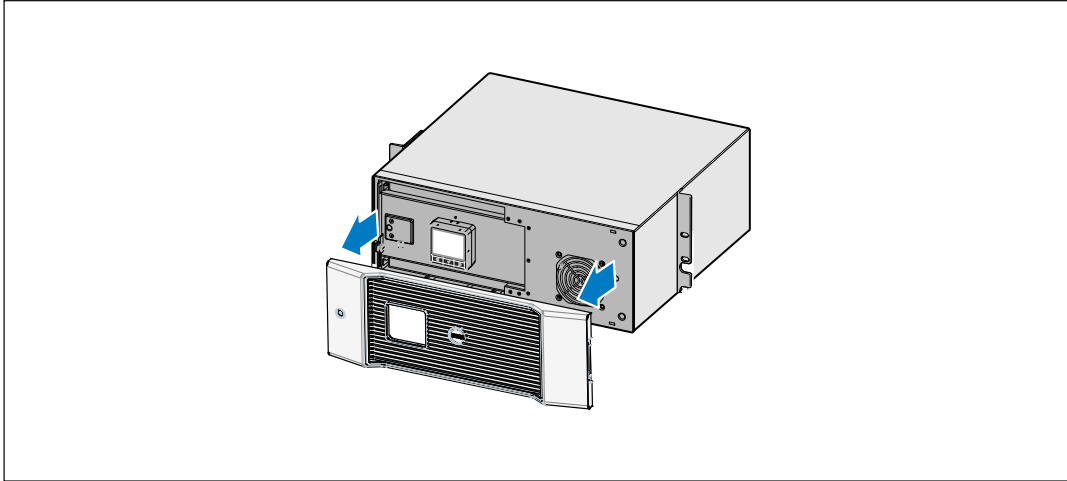

Figure 23. Retrait du couvercle avant de l'onduleur
- 3 Retirez le couvercle avant de l'onduleur (voir Figure 23).